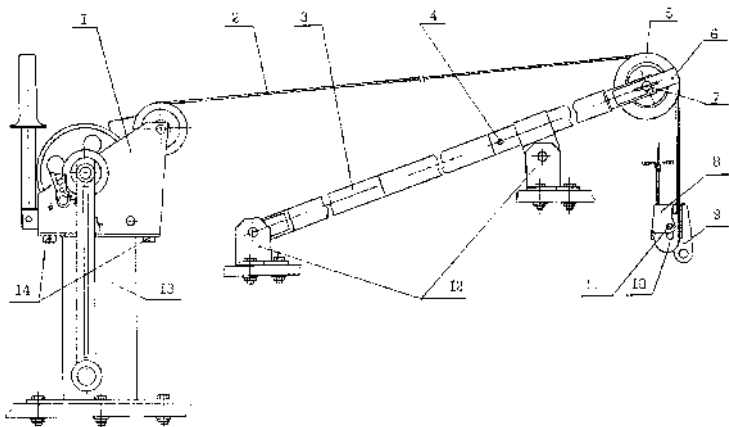

Рисунок 5.1
5.1 Лебедка (рисунок 5.1) состоит из вьюшки 1, двух стоек 13 и стрелы 3. Стойки являются неподвижной основой вьюшки и крепятся к ней болтами 14. На барабан вьюшки намотан стальной канат 2 с токопроводящей жилой, свободный конец которого переброшен через вращающийся ролик 5 стрелы. На конце каната закреплен карабин 8, к серьге 9 которого подвешиваются гидрологические приборы. Стрела устанавливается по месту с помощью двух обоймы 12 и обоймы 15.
5.4 Стрела лебедки (см. рисунок 5.1) выполнена разборной и состоит из двух секций, соединяемых между собой винтами с конусообразной головкой 4, входящих в комплект стрелы. Для предохранения от самопроизвольного сбрасывания каната с ролика стрелы имеется откидывающаяся скоба 6. Ее положение фиксируется барашком 7.
7.2 Подвесить на серьгу карабина (см. рисунок 5.1) спускаемый гидрологический прибор. Подключить к сигнальному контакту прибора токопроводящую жилу каната лебёдки. Заизолировать при необходимости место контакта.